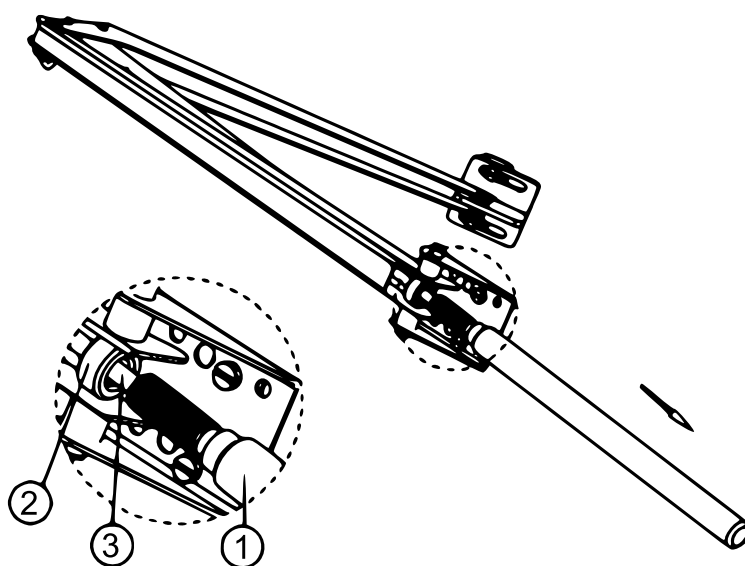

Figure 7
- Vissez le cylindre (1) du boîtier du cylindre (2), mais ne retirez pas le cylindre. La tige de piston (3) et la tige de poussée (6) doivent rester assemblées (voir fig. 7).